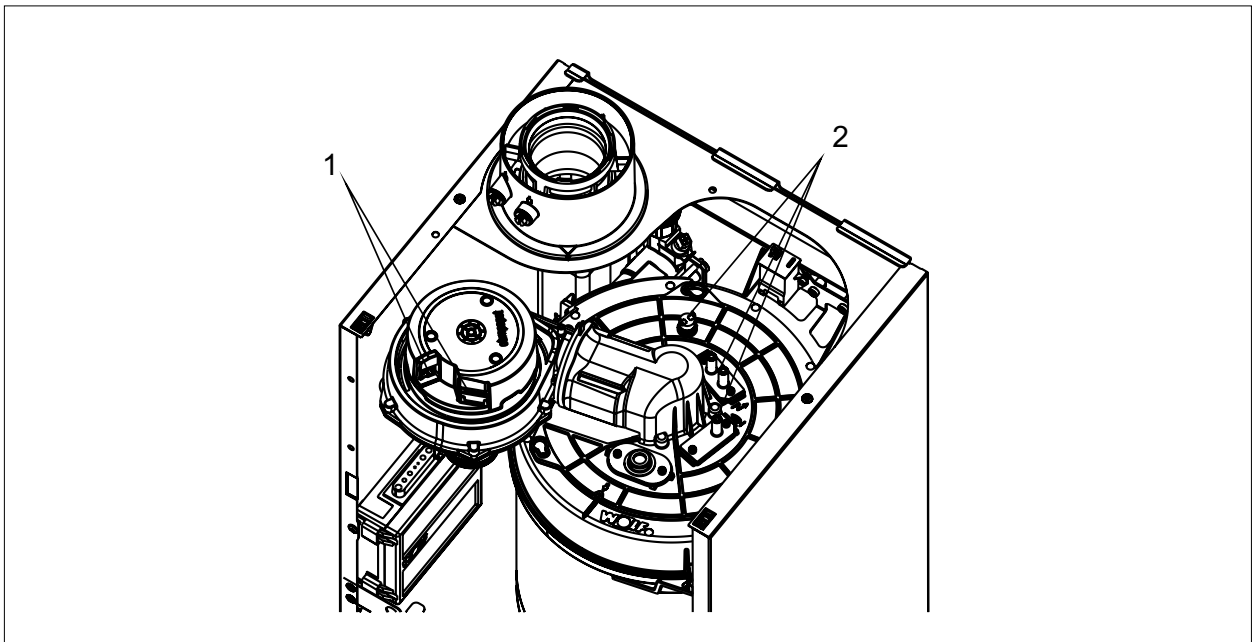

Abb. 5.7 Anschlusskabel Brennkammerdeckel lösen
- ▶ Stecker der Zünd- und Ionisationselektrode, STB und Gebläse anschließen, siehe Abb. 5.7.